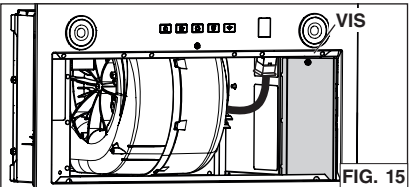

FIG. 15
3. Détacher le couvercle du compartiment électrique (en gris dans la Fig. 15) de l'intérieur de l'appareil en retirant sa vis de retenue. Retirer le sac de pièces de l'arrière du couvercle. Mettre de côté le sac de pièces et le couvercle avec sa vis.